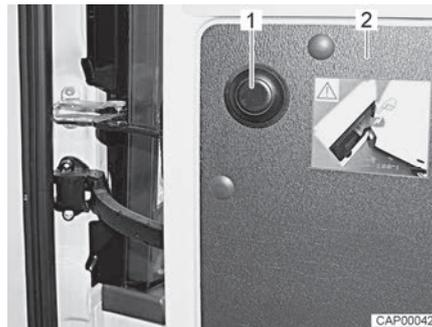

Fig. 11 Bottone a pressione per sbloccare la limitazione
- Aprire la porta di coda (Fig. 11,2) fino all'arresto.
- Premere il bottone a pressione (Fig. 11,1), tenere la porta di coda e aprirla ulteriormente con cautela.